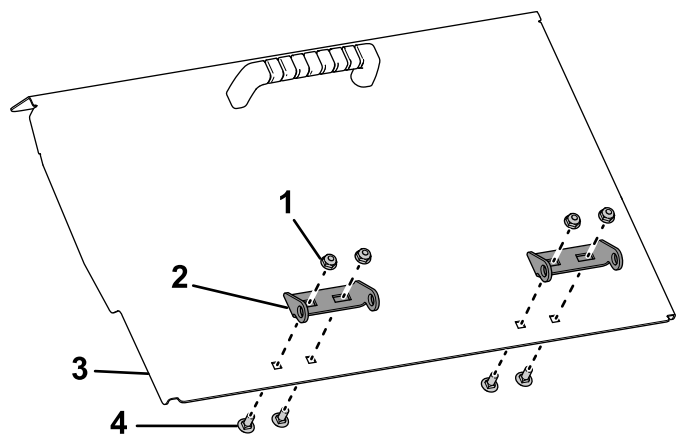

Рисунок 7
6. Установите петлю на дверцу бункера с помощью поставляемых в комплекте каретных болтов ($\frac{1}{4} \times \frac{5}{8}$ дюйма) и контргайк (Рисунок 7).